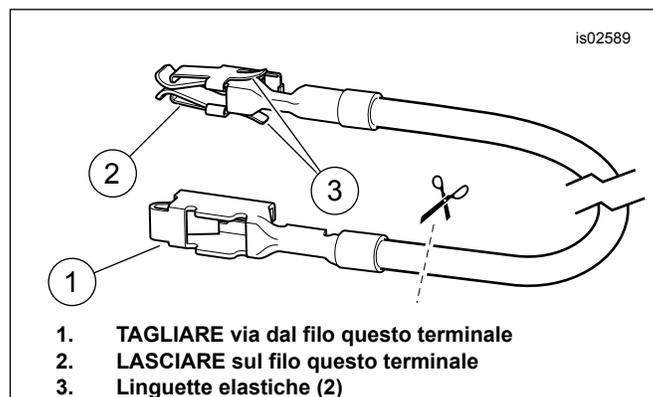

Figura 7. Filo dell'adattatore del pannello fusibili (modelli Dyna e Softail)
3. Vedere Figura 16. Prendere dal kit il filo arancione/bianco dell'adattatore del pannello fusibili (15). Ad ogni estremità, prendere nota del terminale (vedere Figura 7). Solo il terminale con le linguette elastiche è adatto a questo pannello fusibili. Tagliare con attenzione il terminale non usato via dal filo ed eliminarlo.